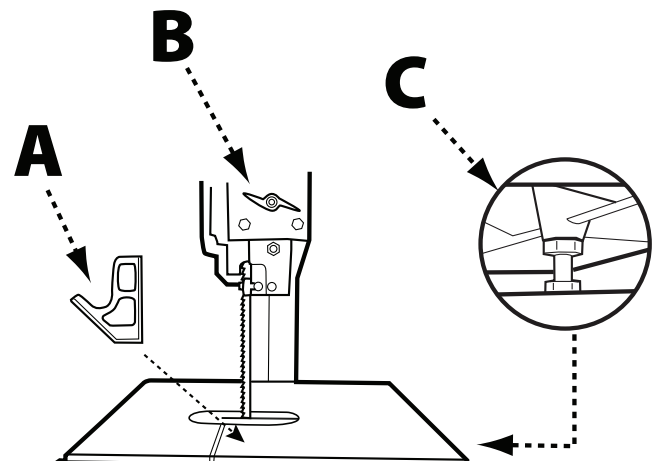

FIGURE 11
Placez une équerre de charpentier (A) contre l'avant et l'arrière de la lame et vérifiez l'alignement de la table. Si la table n'est pas alignée, consultez la figure 11 et procédez comme suit :
- Levez l'ensemble de guide de lame supérieur en desserrant la poignée de verrouillage (B).
- Desserrez l'écrou hexagonal (C) sur le tourillon inférieur avec une clé à fourche 12 mm et réglez la vis de fixation jusqu'à ce que la table soit alignée avec la lame à l'avant et à l'arrière.